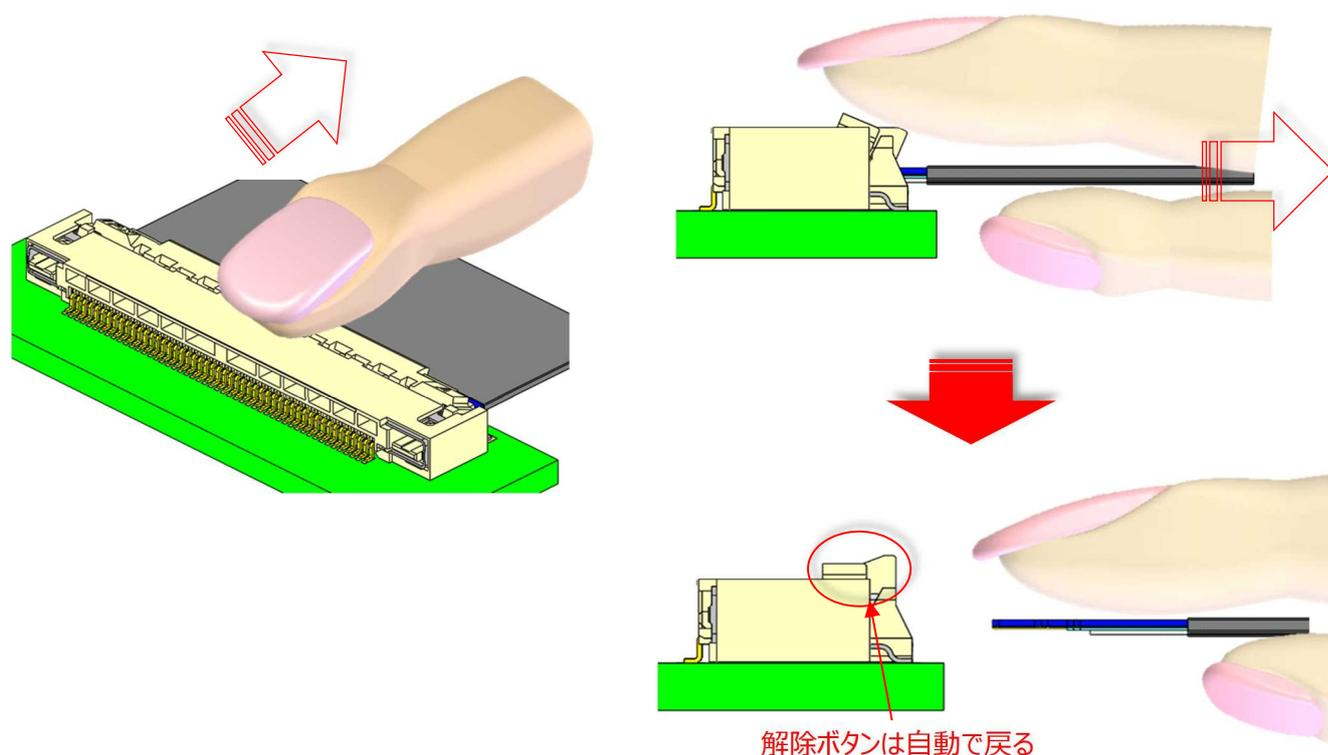

図. 3-2 FFC/FPC 抜去方法 2
- ② 図 3-2 の様に、確実にロック解除ボタンを押したまま FFC/FPC を嵌合間口に対し水平に引き抜く。